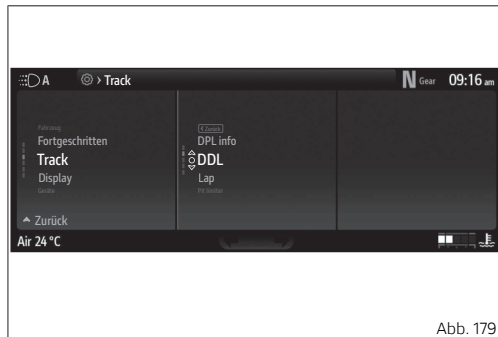

Abb. 179
- Die Angabe „DDL“ (Abb. 179 S.238) markieren, dann die Taste ○ drücken.